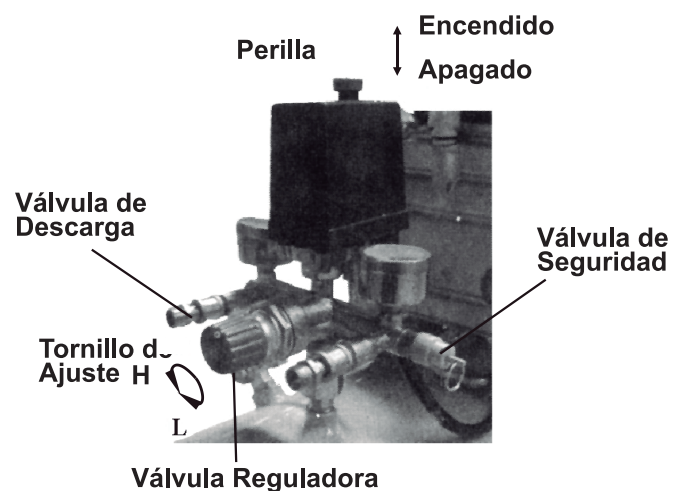

Fig. 2
E) Abra la válvula de salida, coloque la perilla del interruptor de presión en la posición (Fig.2), deje el compresor funcionando durante 10 minutos sin carga para asegurar la lubricación de las piezas móviles antes de la operación regular.
La presión nominal se ha ajustado cuando se produce. No lo cambies por descuido. Cuando se apague el motor, el aire comprimido en la tubería de descarga se debe liberar a través de la válvula de liberación debajo del interruptor. Esta es la condición necesaria para el reinicio o el motor se dañará. La presión nominal se puede ajustar girando el perno de ajuste del interruptor (fig. 2).
B) La presión de salida del aire comprimido se puede ajustar regulando la válvula (Fig. 2).